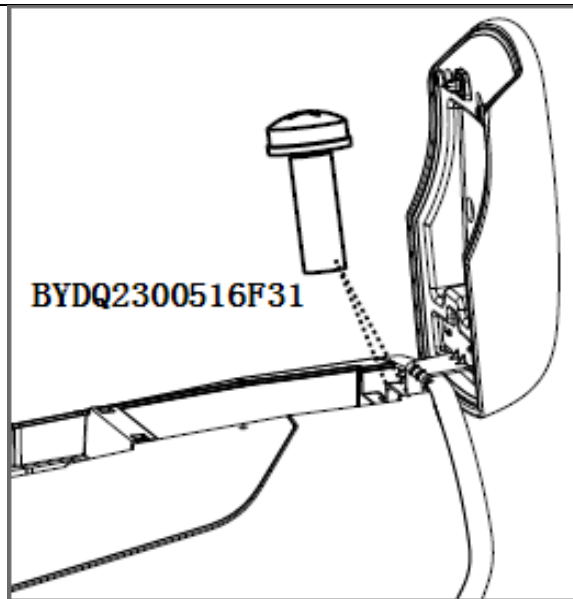

图 1.6.19 副仪表板扶手组件的拆卸
- (1) 开启扶手组件至直立状态, 用十字螺丝刀依次松开固定扶手组件的两个螺钉 (BYDQ2300516F31 十字槽盘头螺钉和平垫圈组合件), 将扶手组件整体取下。如图 1.6.19 所示;